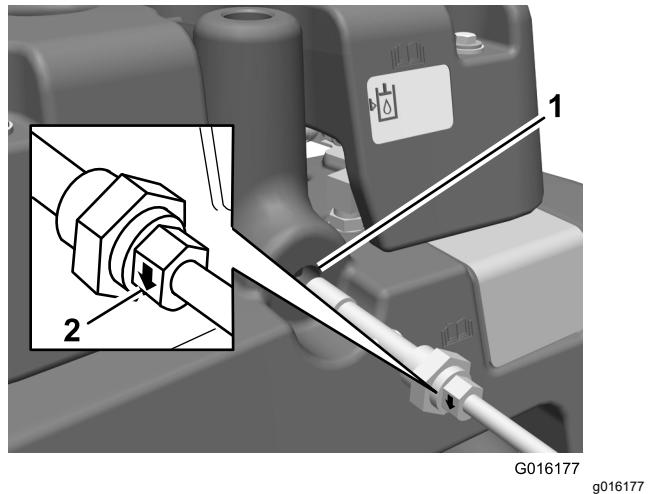

Figura 11
19. Rimuovete il tappo dal serbatoio idraulico principale (Figura 11).
2. Freccia indicatore su dado (2)
20. Fate scorrere l'O-ring sul sensore di livello dell'olio idraulico e installate il sensore nel serbatoio idraulico (Figura 11).
Importante: Verificate che la freccia dell'indicatore su ambo i lati del dado di fissaggio del sensore di livello dell'olio idraulico sia rivolta verso il basso (Figura 11).